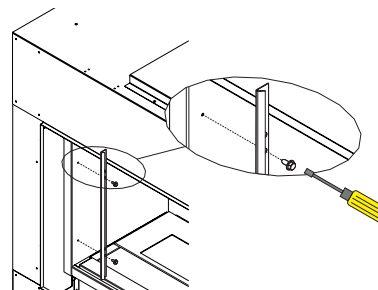

Figure 1
9. À l'aide d'un tourne-écrou de 5/16 po, visser deux vis n° 10 X 1/2 po pour fixer les deux supports de retenue des panneaux sur la partie interne avant des côtés de l'ouverture du foyer. Pour la fixation des supports, réutiliser les vis déposées à l'étape 5. Positionner ces supports en plaçant leurs bords repliés en angle sur le devant (repli vers l'arrière). Voir Figures 1 et 2.